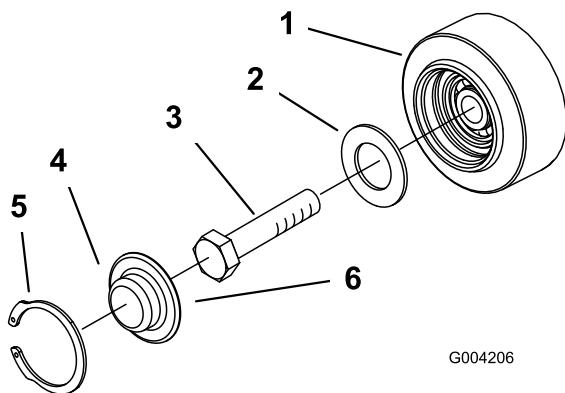

Рисунок 45
| 3. Снимите с опорного катка стопорное кольцо и колпачок (Рисунок 45). | |
4. Проверьте наличие смазки под колпачком и вокруг прокладки (Рисунок 45). Если она грязная, содержит песок, или истощилась, удалите всю смазку, замените прокладку и заложите свежую смазку.
6. Поместите наполненный смазкой колпачок опорного катка поверх головки болта (Рисунок 45).
7. Закрепите колпачок опорного катка стопорным кольцом (Рисунок 45).